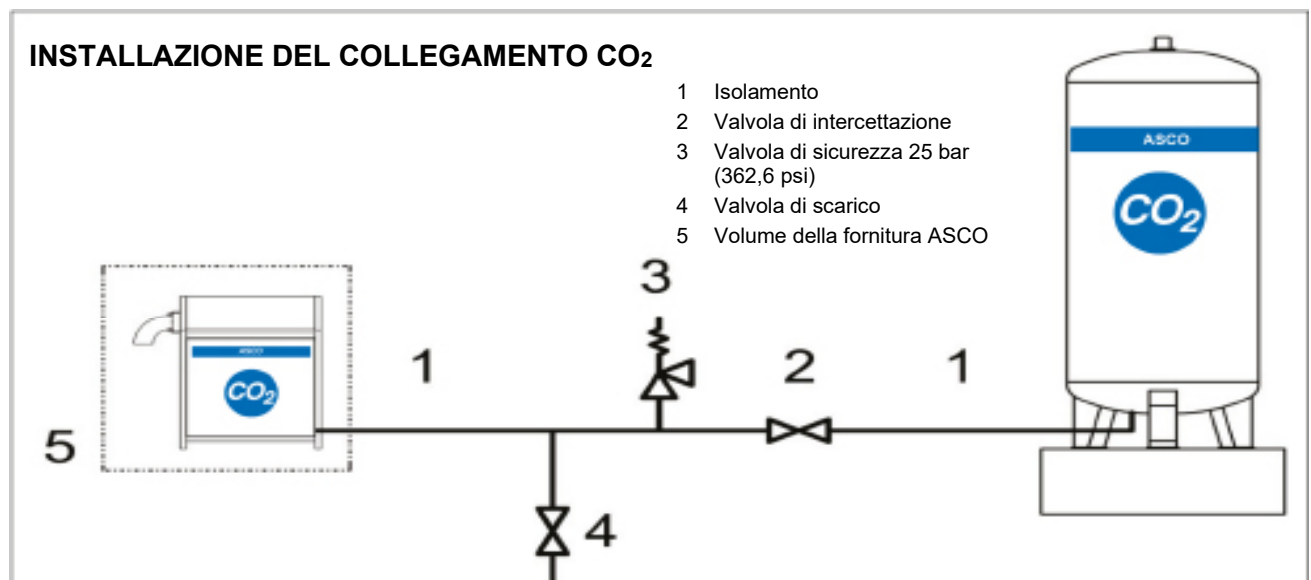

Fig. 14
- Il collegamento al pelletizzatore ha una filettatura interna di 1" (Fig. 14, pos. 1).
- La linea di scarico presenta un collegamento con una filettatura interna di 3" (Fig. 14, pos. 3).